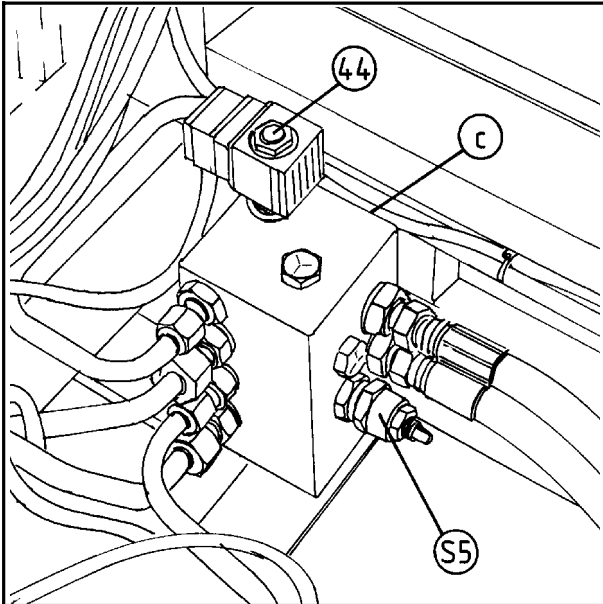

Fig. 14-6
**14.8** Ventilblokka på fig. 14-6 har påmontert tre ventiler:
- b) Magnetventil, (44), som aktiveres når man kjører bredde ut.